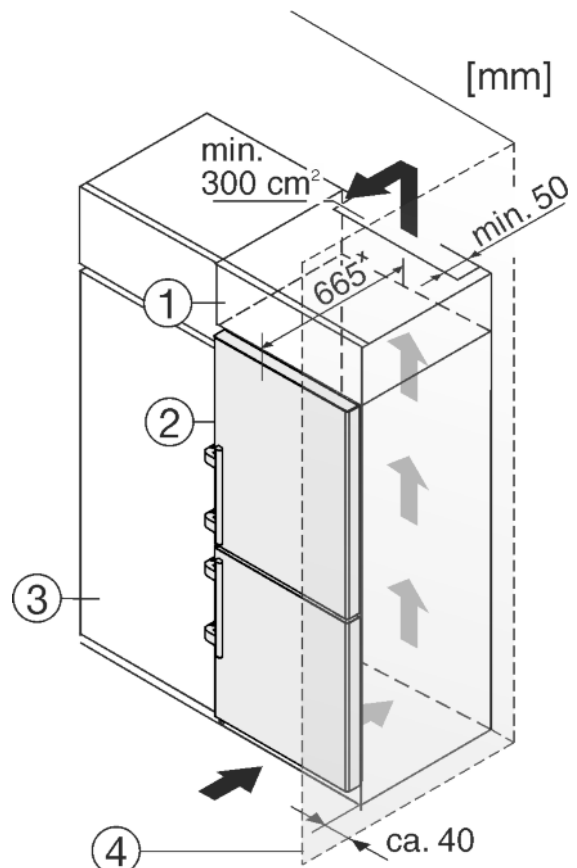

Fig. 25
- (1) Колонна на столешницу
- (2) Устройство
- (3) Кухонный шкаф
- (4) Стена
Устройство может быть окружено предметами кухонной обстановки. Чтобы урівнять устройство *Fig. 25 (2)* по высоте с кухонной стенкой, можно установить над устройством соответствующий дополнительный шкафчик *Fig. 25 (1)*.
В комбинации с кухонными шкафами устройство можно устанавливать непосредственно рядом с кухонным шкафом *Fig. 25 (3)*. Чтобы можно было полностью открыть двери, устройство должно выступать, как минимум, на 65 мм* относительно передней стенки кухонного шкафа. В зависимости от глубины кухонных шкафов и использования пристенных распорок устройство может выступать и больше.
Если устройство установлено на шарнирах у стены *Fig. 25 (4)*, то расстояние между устройством и стеной должно быть не менее 40 мм. Настолько выступает ручка при открытой дверце.